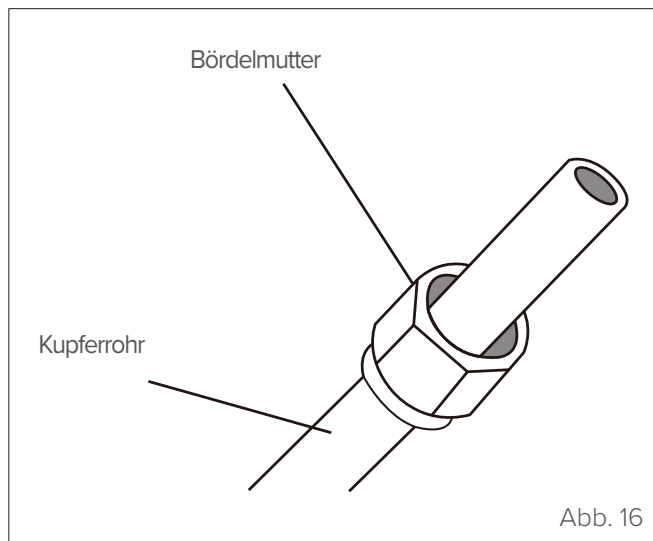

Abb. 16
- 3 An beide Rohrenden B rdelmuttern ansetzen. Sicherstellen, dass sie in die richtige Richtung zeigen, denn sie k nnen nach dem B rdeln nicht mehr abgenommen und umgedreht werden. (siehe "Abb. 16").